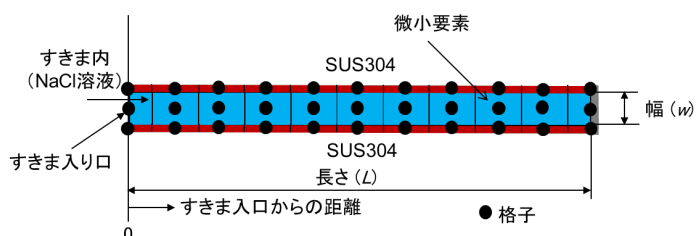

図2 すきま(SUS304間)腐食の数値解析モデル(L=1cm)
- 図2にすきま腐食の数値解析モデルを示します。SUS304間のすきま腐食をモデル化しています。電極の長さは10mmで、溶液(NaCl)の幅(w)を変えた条件で計算をしました。